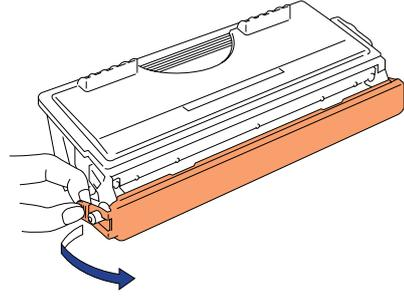

图 5-4
- (4) 取下保护盖（图 5-4）；
- (5) 将新粉盒装入硒鼓单元，听到咔嚓声响表明粉盒进入锁定位置，粉盒正确安装后，锁定杆会自动抬起；